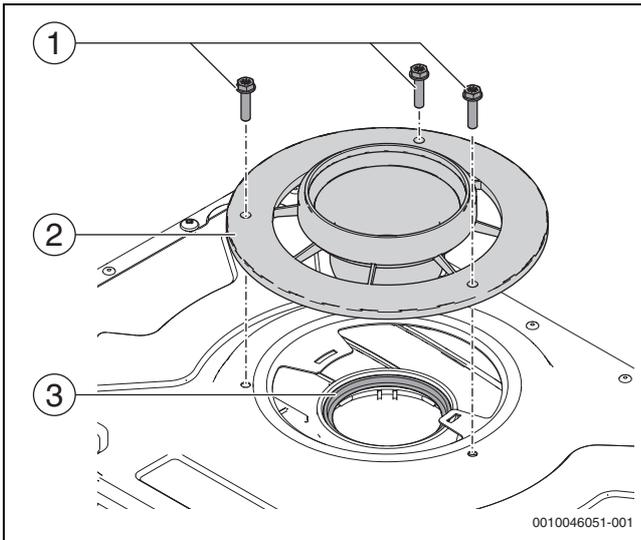

Fig. 136 Démontez l'adaptateur de tuyau d'évacuation des fumées et le kit de tuyau d'évacuation des fumées
- ▶ Placer l'adaptateur du conduit de fumées et le set du conduit de fumées (→ Figure 136, [2]) sur la plaque supérieure.
- ▶ Serrer les trois vis (Pozi ou hexagonales) (→ Fig. 136, [1]) à 3 Nm max.